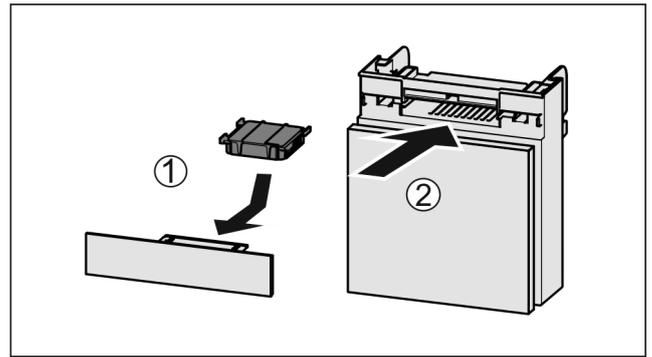

Fig. 83
- ▶ Introduzca el compartimento Fig. 83 (2).